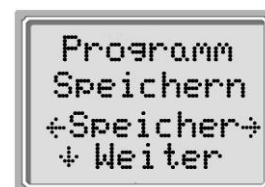

Bild 73
- Nach Einstellung aller Parameter für das TE Programm können Sie diese durch Drücken der LINKS ◀ Taste ⑨ und der RECHTS ▶ Taste ⑫ speichern. (siehe Bild 73).
- Mit der UNTEN ▼ Taste ⑩ (Fertig) gelangen Sie wieder zurück ins Hauptmenü.